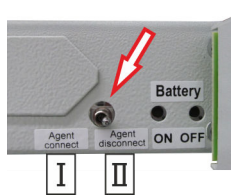

Fig. 14: Interruttore di bloccaggio
- Prima del trasporto di ritorno dell'intero sistema commutare l'interruttore di bloccaggio (Fig. 14/freccia) su "Agent disconnect [bloccato]" (Fig. 14/ II).